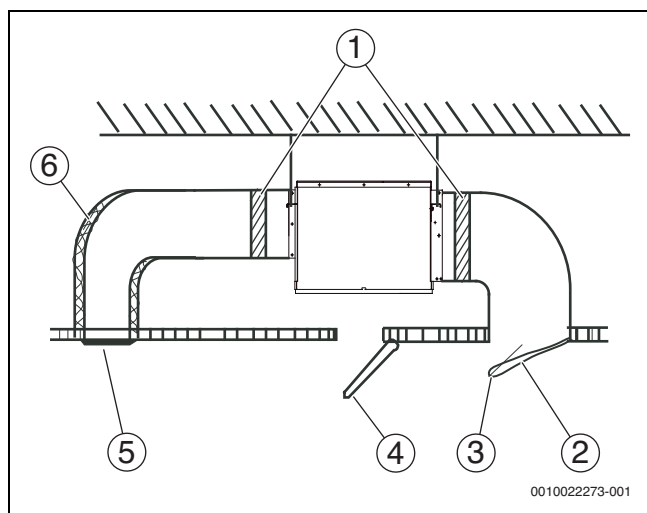
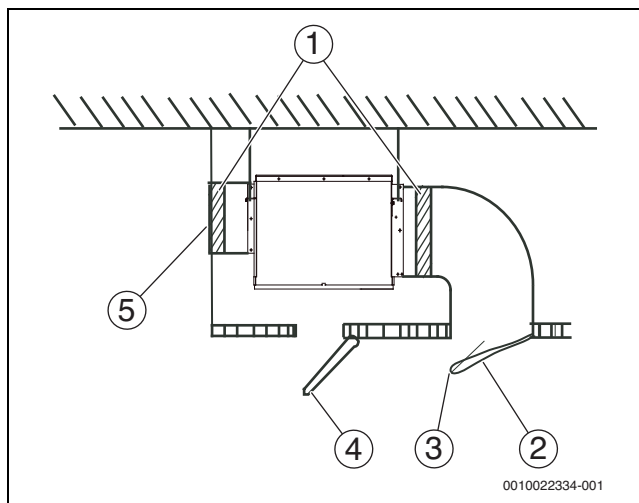

Bild 30 Geräteinstallation mit Berücksichtigung des statischen Drucks
Bild 31 Geräteinstallation ohne Berücksichtigung des statischen Drucks.
6. Luftleitung entsprechend Abb. 30 oder 31 anschließen. Bis auf das Klimagerät müssen alle Komponenten vor Ort angepasst werden.
Legende Abb. 30 und Abb. 31: